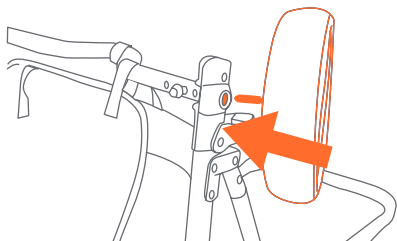

Fig. 5
- Presione los postes de la rueda trasera dentro de los cubos del amazón trasero hasta que encajen (Fig. 5).